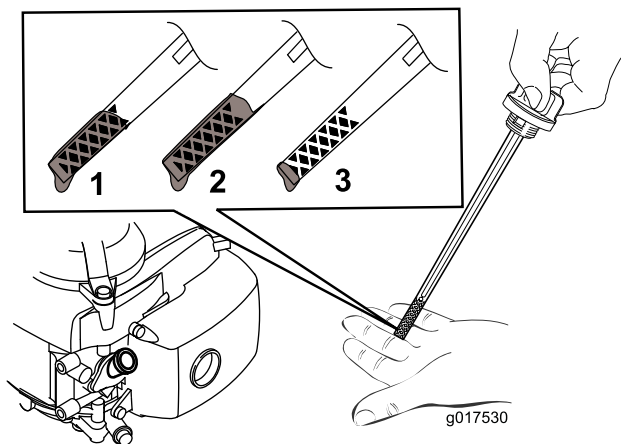

Рисунок 5
2. Извлеките масломерный щуп (Рисунок 5).
Примечание: Заливайте масло в картер двигателя до тех пор, пока масломерный щуп не покажет, что достигнут нужный уровень масла в двигателе, как показано на Рисунок 5. В случае перелива слейте некоторое количество масла из двигателя, как описано в разделе «Замена моторного масла».